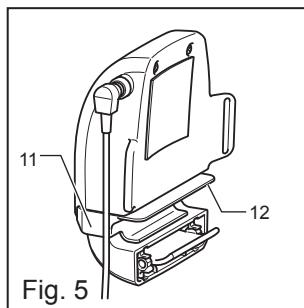

Fig. 5
**Using adapter (Fig. 5, 6)**
### **Utilisation de l'adaptateur (Fig. 5 et 6)**